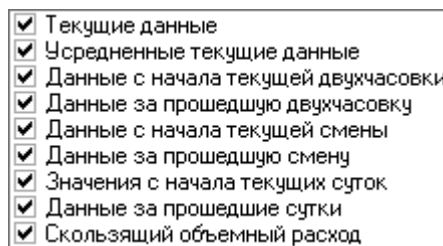

Рисунок 3 -Панель выбора данных получаемых от сервера.
После нажатия на кнопку "Выбор данных" (5) появится панель со списком получаемых параметров см. рисунок 3.